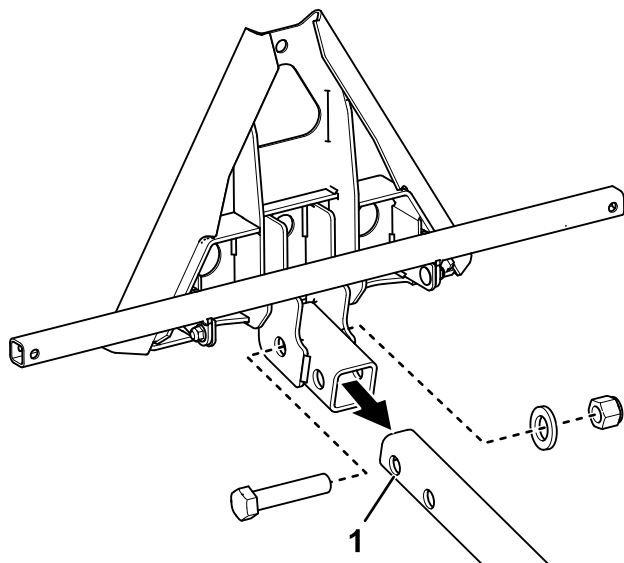

図 8
3. 牽引バーに、後アタッチメントアダプタアセンブリを取り付ける六角ヘッドボルト $\frac{3}{4}$ x 3- $\frac{1}{2}$ " 1本、平ワッシャ、ロックナット $\frac{3}{4}$ "を使用して図 8 のように取り付ける。